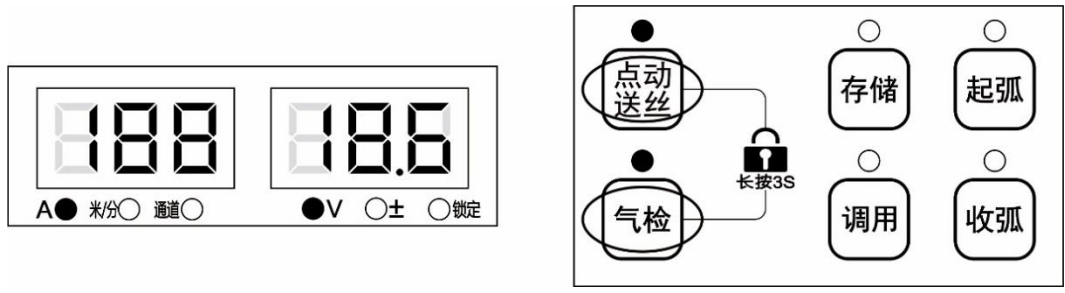

图 3-31 非锁定界面
2. 再同时长按**点动送丝键**和**气体检测键** 3 秒，锁定指示灯熄灭，退出普通锁定，恢复到非锁定状态，如图 3-31 所示。